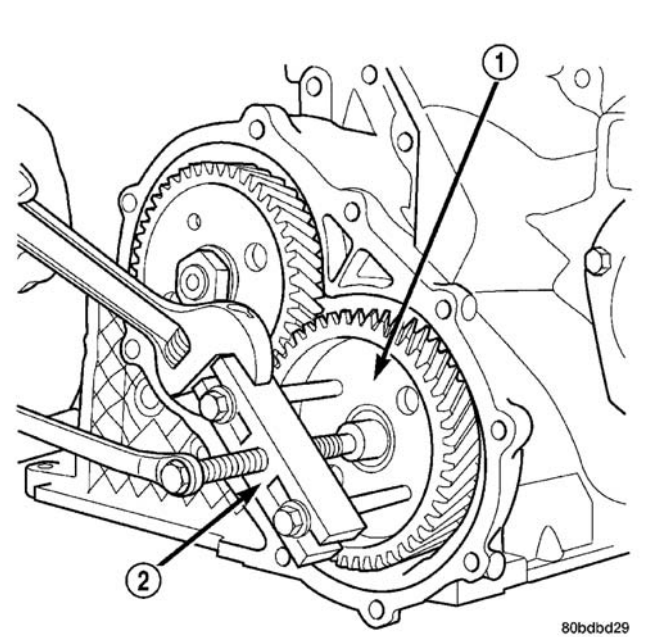

图 269 使用 L-4407A 拆下动力传输轴齿轮
(7) 用工具 L-4407A，拆下动力传输轴齿轮和选择垫片（图 269）。